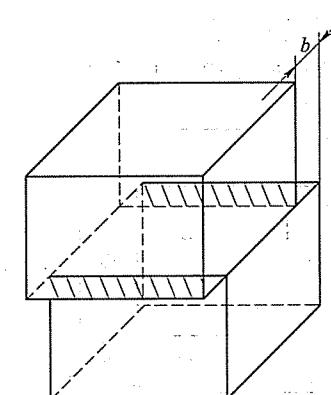

图 19-2 第三题第 1 小题解答图
(1) 位错线 ab 和位错线 cd 的方向矢量都和其柏氏矢量 b 垂直, 故它们属于刃型位错; 而位错线 bc 和位错线 da 的方向矢量都和其柏氏矢量 b 平行, 故它们属于螺型位错。
(2) 位错环 $abcd$ 全部移出晶体后, 晶体会产生宽度为一个柏氏矢量的滑移量, 所产生变形的方向与切应力 τ 的方向一致, 如图 19-2 所示。